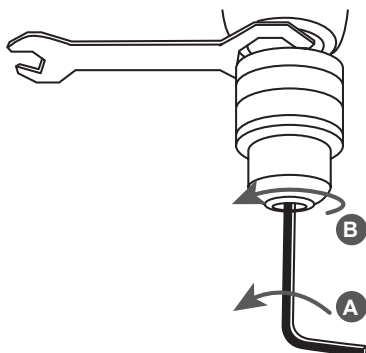

Рис. 10 Замена зажимного патрона
1. Зафиксируйте гаечным ключом зажимной патрон (Рис. 10).
2. Шестигранным ключом открутите болт крепления патрона к ведущему валу (Рис. 10А). Направление вращения показано стрелкой.
3. Удерживая гаечный ключ открутите зажимной патрон (Рис. 10В). Направление вращения показано стрелкой.